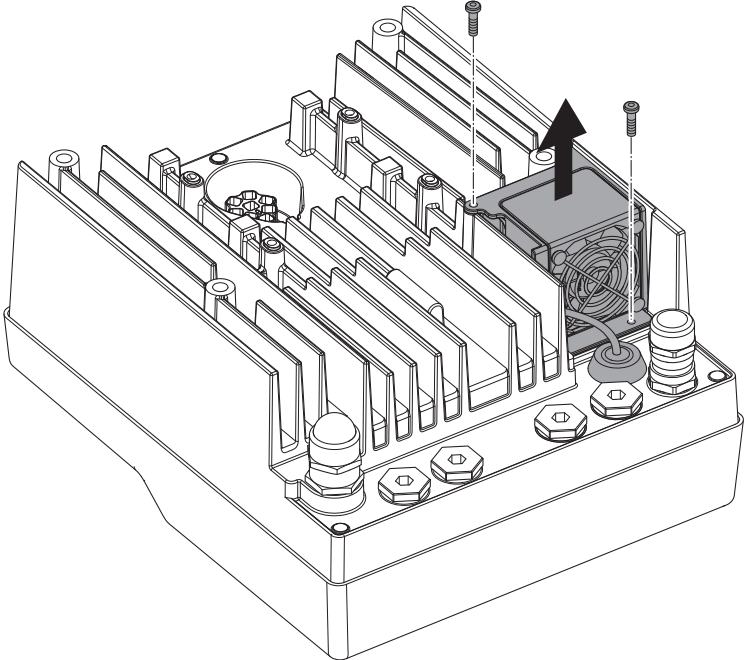

Fig. 47: Demontering av modulfläkten
- Lossa modulfläktens skruvar (Fig. 47).